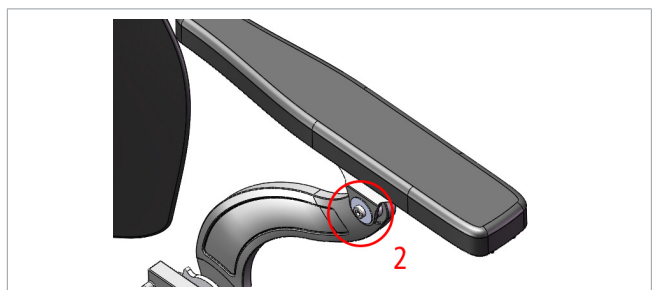

Abbildung 13. Winkel der Armlehnenpolster
Demontieren Sie die Schraube (1) an der Halterung im C-Profil entlang dem Sitzrahmen und schwenken Sie die Armlehne nach vorne, um nach unten anzupassen, oder nach hinten, um nach oben anzupassen. Es stehen drei feste Positionen zur Verfügung. Es ist außerdem erforderlich, den Winkel der Armlehne anzupassen. (Siehe Abbildung 13 Winkelverstellung der Armlehnenpolster).